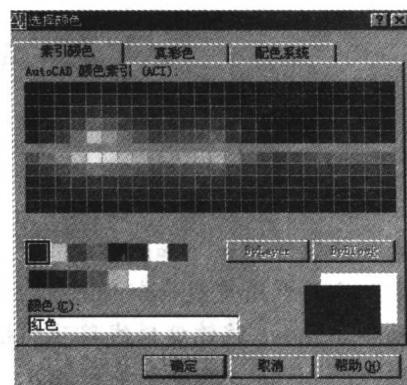

图 3-4 “选择颜色”对话框
(3) 单击“中心线”层对应的“颜色”项，打开“选择颜色”对话框，选择红色为该层颜色，如图 3-4 所示。单击“确定”按钮返回“图层特性管理器”对话框。